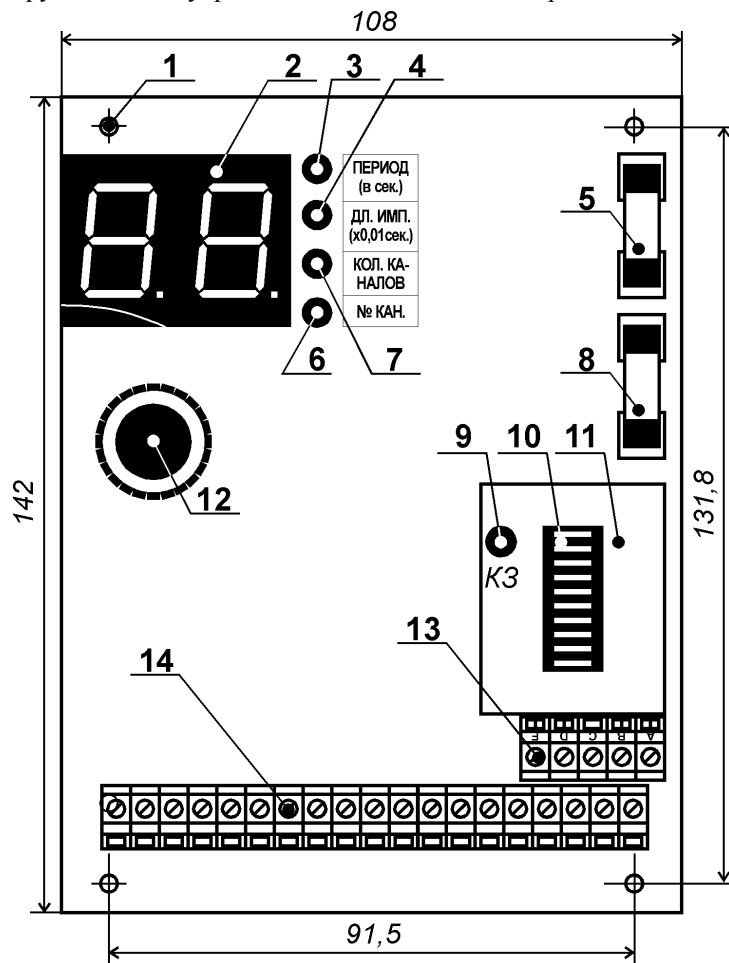

Рис. 1. Конструкция платы ПА-01.
Конструкция платы управления ПА-01 показана на рис. 1.
7.1. Плата должна быть надёжно закреплена внутри шкафа управления винтами или саморезами через предусмотренные в конструкции крепёжные отверстия [поз. 1 на рис. 1].
В процессе работы, когда индикаторы [поз. 3, 4, 6 и 7 на рис. 1] не горят, на цифровом табло [поз. 2] отображается номер канала (выходной клеммы), в который будет выдан очередной импульс управления ЭПК.